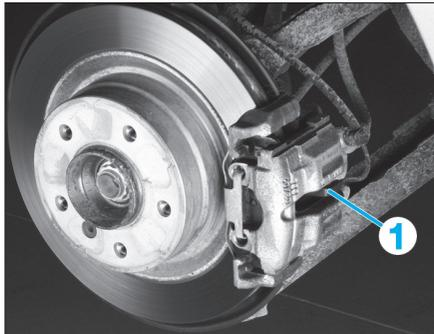

Fig. 9
- Côté droit, déposer le capteur d'usure (1) des plaquettes de frein (Fig.9).